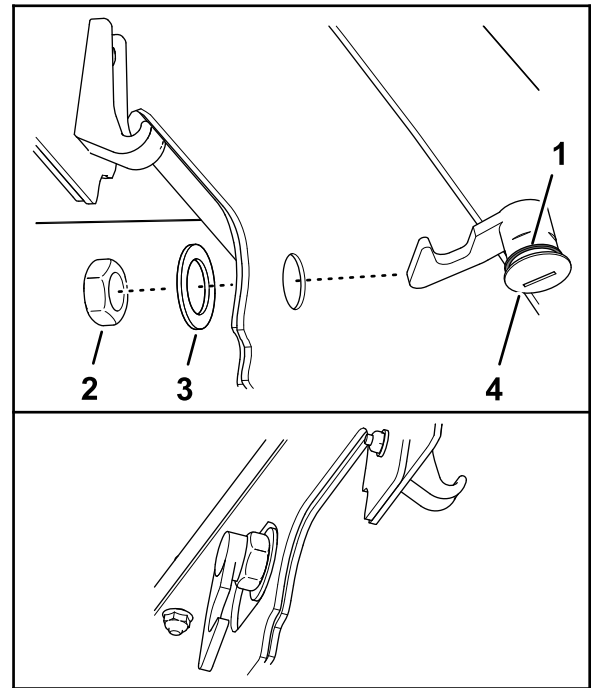

Figura 36
3. Asegúrese de que la junta está montada en el cierre del capó (Figura 36).